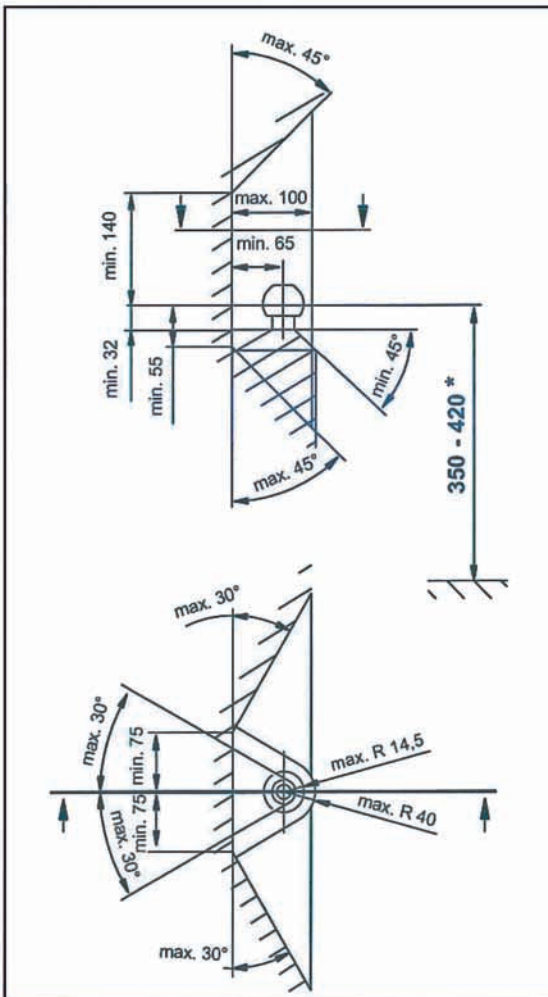

Abbildung 30
- D** Der Freiraum nach Anhang VII, Abbildung 30 der Richtlinie 94/20/EG ist zu gewährleisten.
- DK** Frirommet skal overholdes iht. bilag VII, fig. 30 i direktiv 94/20/EF.
- E** Debe garantizarse el espacio libre, conforme al anexo VII, imagen 30 de la directiva comunitaria 94/20/CE.
- NL** De tussenruimte volgens aanhangsel VII, afbeelding 30 van de richtlijn 94/20/EG moet in acht worden genomen.
- PL** Zagwarantować swobodną przestrzeń zgodnie z załącznikiem VII, rysunek 30 dyrektywy 94/20/CE.
- S** Glappet enligt bilaga VII, bild 30 i direktiv 94/20/EG ska garanteras.